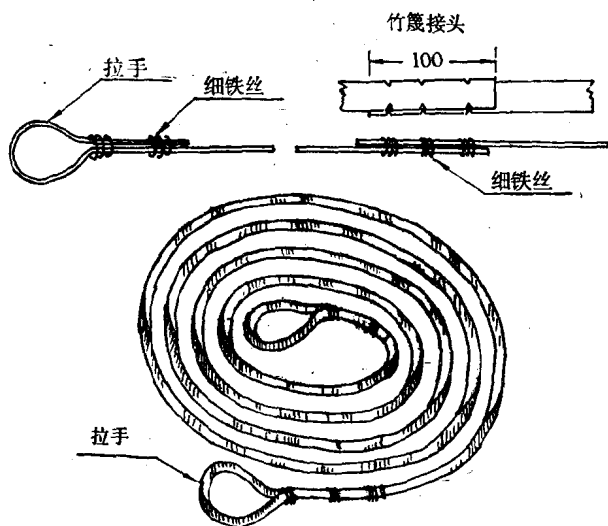

图 5
2. 按需要把竹箴连接为 20 米或 30 米长的竹尺。每两根竹箴连接处，重叠长为 100 毫米左右，为防止接口松动，应在重叠段两旁刻三道“V”形口子，再用细铁丝扎牢，如图 5。